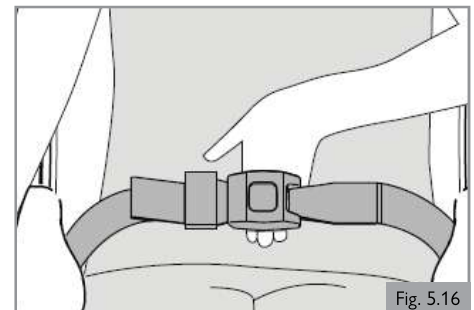

Fig. 5.16
1. Pour le confort et la sécurité de l'utilisateur, tendez la ceinture sous-abdominale de manière à pouvoir seulement passer la main. (Fig. 5.16)